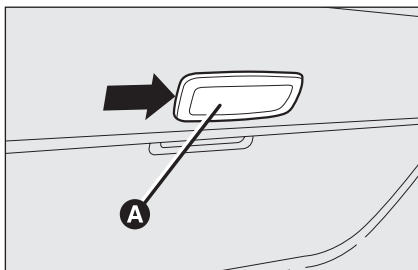

fig. 40
- ☐ intervenga en el punto indicado por la flecha y extraiga la lámpara de techo **A-fig. 40**;